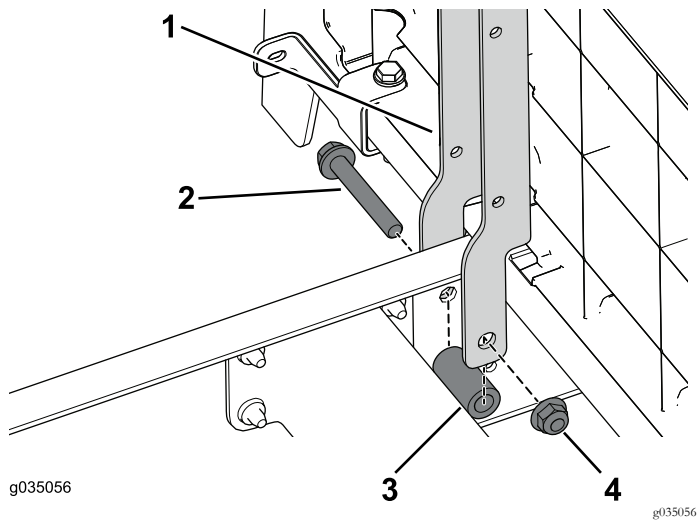

図 92
1. 左右の座席サポートを車両前部に固定するボルト3/8 x 2-1/2 インチ2本、スペーサ、フランジナットを使う 図 92。